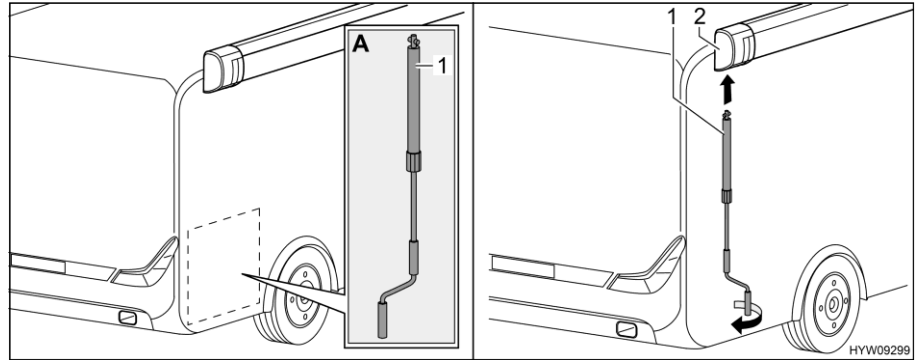

Fig. 29 Instalar la manivela
- Sacar la manivela (Fig. 29,1) del garaje trasero (Fig. 29,A).
- Encajar la manivela en el enganche de bayoneta (Fig. 29,2) del toldillo.